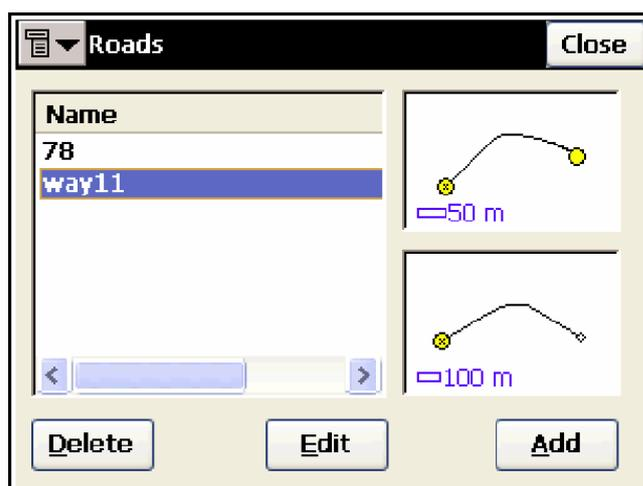

Рисунок 4-30. Трассы
1. В окне **Roads (Трассы)** (рис. 4-30) нажмите кнопку **Add (Добавить)**.